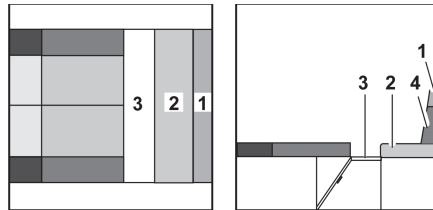
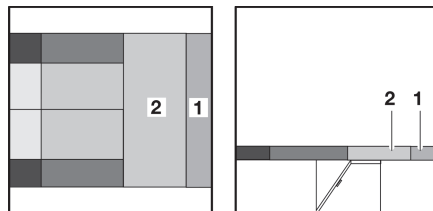

Fig. 148 Pendant la transformation
Fig. 149 Après la transformation
- Sortir le sommier à lattes (Fig. 148,3).
- Tirer le coussin d'assise (Fig. 149,2) vers la dînette centrale.
- Retirer le coussin supplémentaire (Fig. 149,1) du coussin de dossier (Fig. 148,4). Le coussin supplémentaire est fixé sur le coussin de dossier avec une bande velcro et peut être séparé facilement.